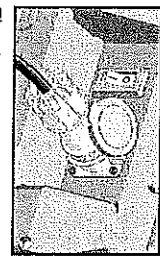

Fig. 1
1. Collegare il vibratore ai convertitore dopo aver verificato che le sue caratteristiche siano compatibili con quelle del convertitore (fig. 1), e che l'interruttore del vibratore sia spento (posizione "0").
2. Avviare il convertitore attraverso l'interruttore generale (fig. 1) e fare riferimento al suo relativo manuale d'uso e manutenzione.